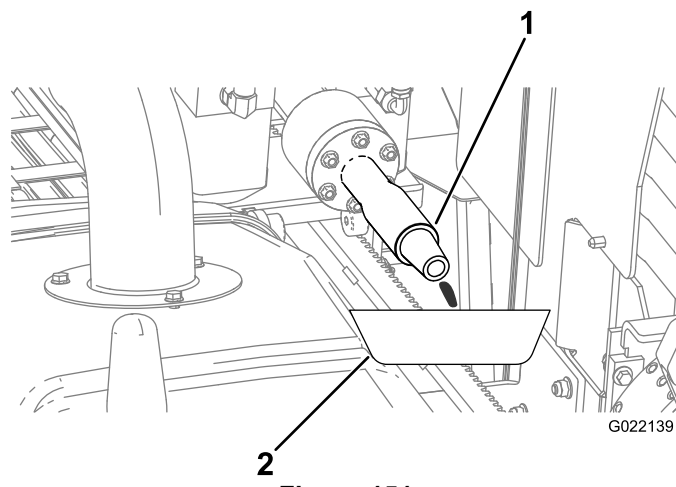

**Figure 151**
- B. Placez un bac de vidange sous l'arbre de forage pour récupérer les fuites d'antigel (Figure 151).
D. Lorsque l'antigel s'écoule par l'arbre de forage (Figure 151), arrêtez la pompe.